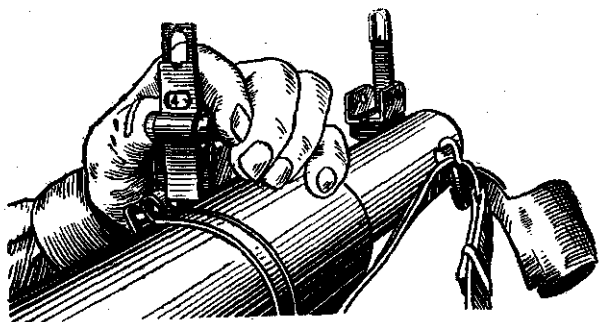

Рис. 54. Установка механического прицела
96. Для установки прицела (механического) надо сжать защелку хомутика и передвинуть его по прицельной планке до совмещения нижнего среза окна с нужным делением (риской) прицельной планки (рис. 54).